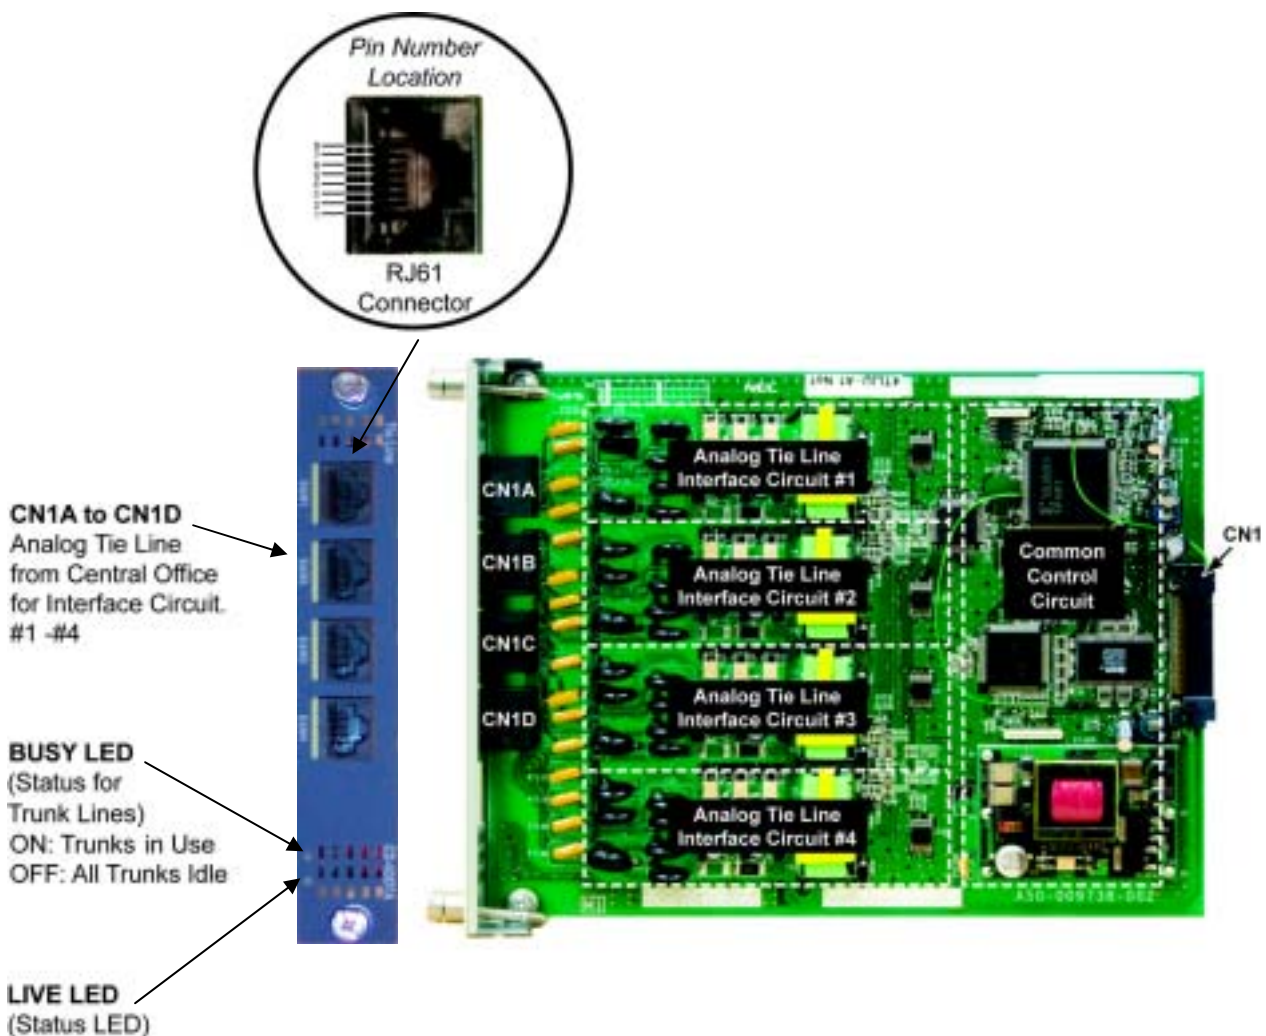

图 4-28 CD-4ODTB 板
1. 设置跳线的位置用于 2-线或 4-线。参考“图 4-28”。
“表 4-50” 说明 CD-4ODTB 板上 LED 的相关功能和工作状态。板卡上 LED 的位置参考“图 4-28”。
“表 4-51” 表示 RJ-61 连接器的引线出脚。CD-4ODTB 板连接器的位置参考“图 4-28”。